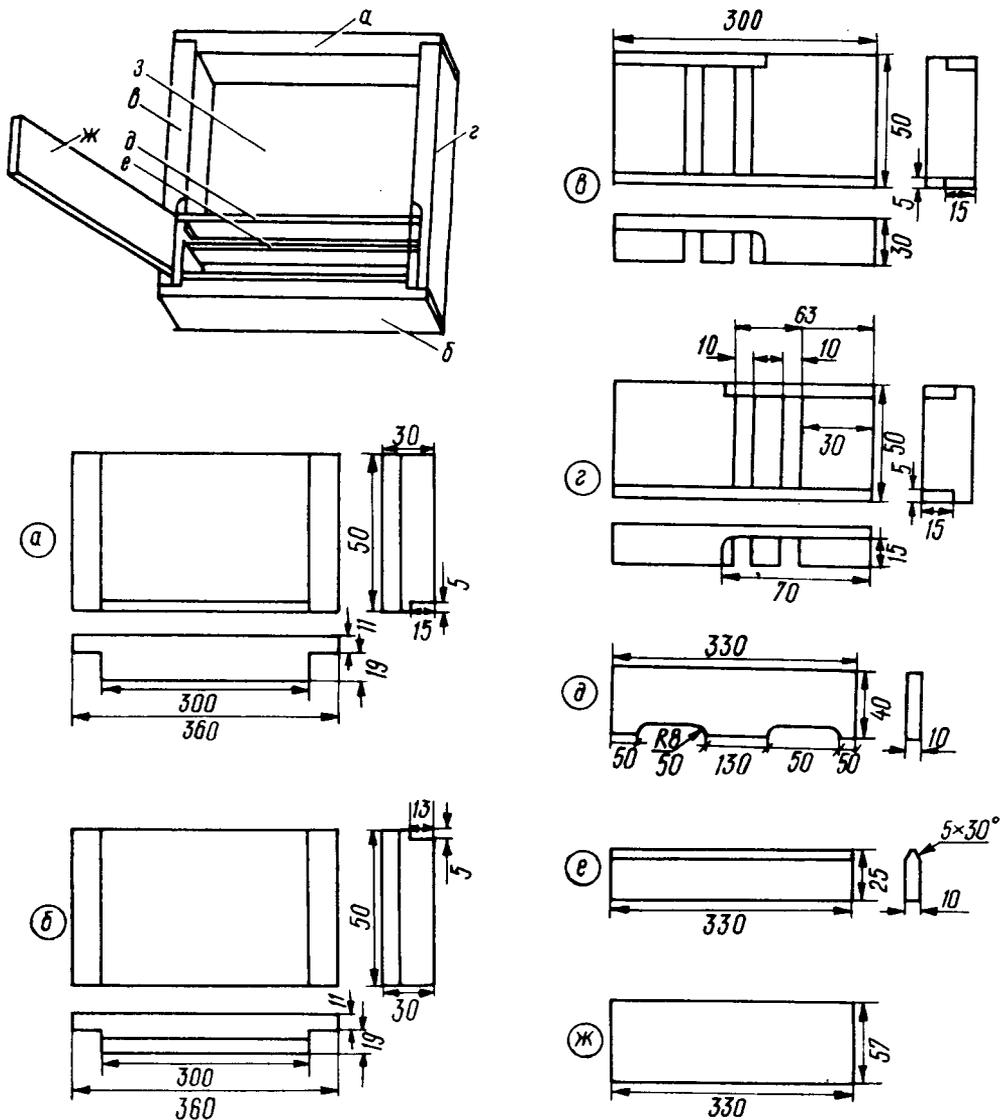

Рис. 5.
**КОРМУШКА.** (Рис. 1.В). Ее стенки изготавливаются из пихты и ели. Малая крышка кормушки, что закрывает два передние отсека заподлицо с высотой стенок — из 5-миллиметровой ДВП размером 324 x 57 мм, днище — из такой же ДВП 320 x 295 мм. Последний размер учитывает трехсторонний 10-миллиметровый припуск для захода днища, соответственно, в 5-миллиметровые пазы, что в стенках корпуса, и сохраняет 11-миллиметровый проход в кормушку. Пазы под днище пропиливаются углубленно на 10 мм с 5-миллиметровым отступом от нижнего края корпуса кормушки для увеличения сбора прополиса. Откладка прополиса стимулируется нашиванием планочек на место его сбора, т. е. на обратную сторону днища кормушки. Все детали кормушки пропитываются льняным маслом, а изнутри дополнительно покрываются белой масляной краской. Рис. 5: а — задняя стенка; б — передняя стенка; в — левая стенка; г — правая стенка; д — перегородка с двумя проходами для пчел; е — стойка, с которой пчелы поедают сироп; ж — крышка малая; з — днище кормушки.